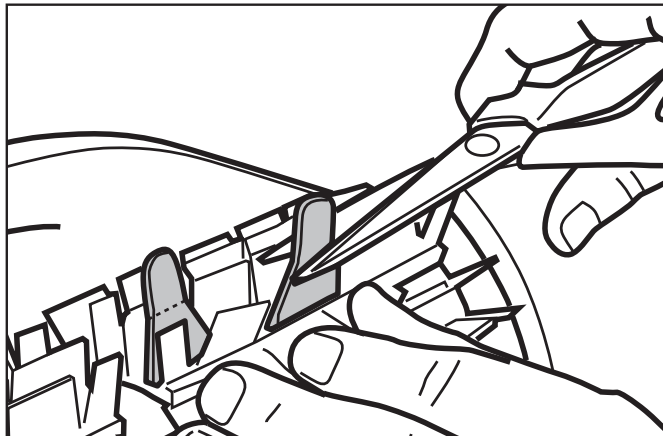

Figure 23. Couper les pattes
4. Utiliser des ciseaux pour couper les pattes de sorte qu'elles ne sont pas plus hautes que les brins (Figure 23).